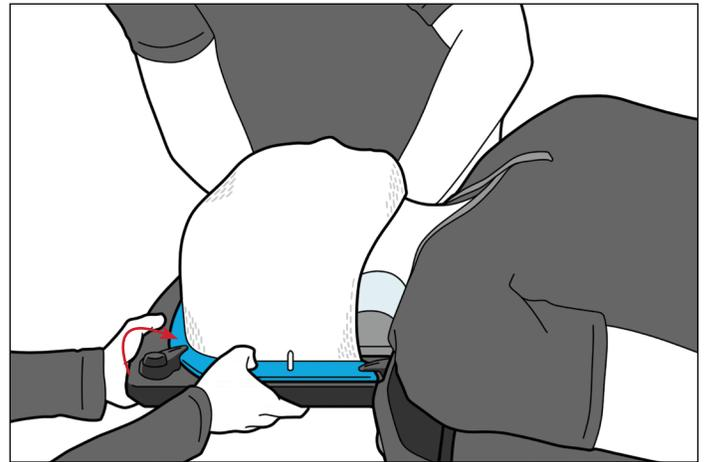

Abb. 3
3. Drücken Sie die Maske fest gegen das AccuFix, indem Sie jede Maskenverriegelung drehen, bis das spitze Ende zur Mitte der AccuFix zeigt, mit dem die Maske befestigt wird (Abb. 3).